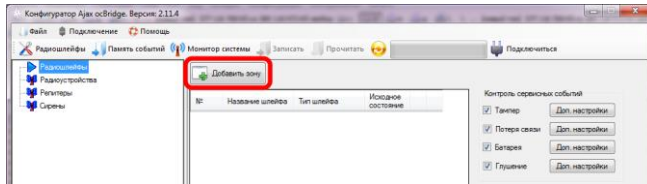

РИС. 3. Добавление тревожной зоны.
4.2. Каждый подключаемый к osBridge датчик необходимо зарегистрировать, используя программу «Конфигуратор Ajax osBridge». Для регистрации датчиков нужно создать в конфигураторе зону(ы), если они не были созданы ранее. Для создания зоны надо выбрать курсором пункт «Радиослейфы» и нажать кнопку «Добавить» (РИС. 3).